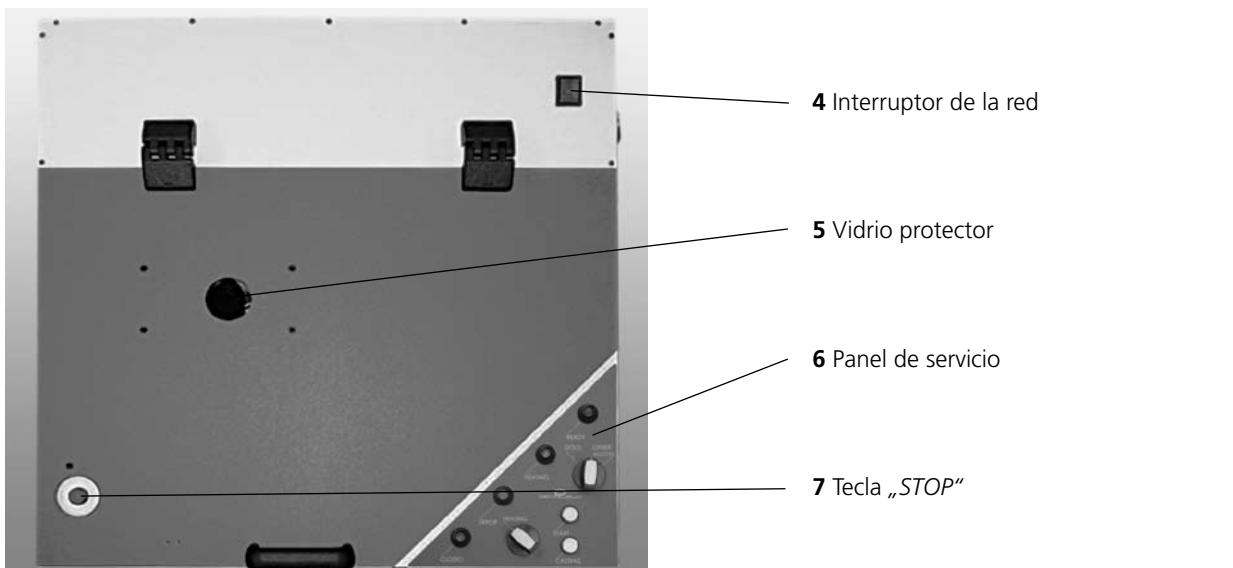

Fig. 2: Vista de arriba
- El proceso de fundición puede empezar al cerrar la tapadera y puede observarse a través de un vidrio protector (Fig. 2, part. 5) integrado en la tapadera.
- Conectar el aparato con el interruptor principal (Fig. 2, part. 4).